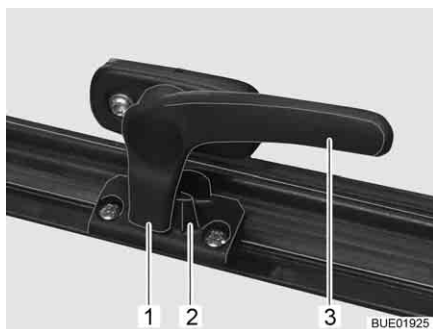

Fig. 16 Leva di serraggio (posizione "Chiusa")
- Ruotare la leva di serraggio (Fig. 16,3) di un quarto di giro verso il centro della finestra.
- Ruotare la leva di serraggio (Fig. 16,3) di un quarto di giro verso il telaio della finestra. Il nasello di chiusura (Fig. 16,1) si trova sul lato interno della chiusura della finestra (Fig. 16,2).
- In posizione "Completamente chiusa" (Fig. 16).